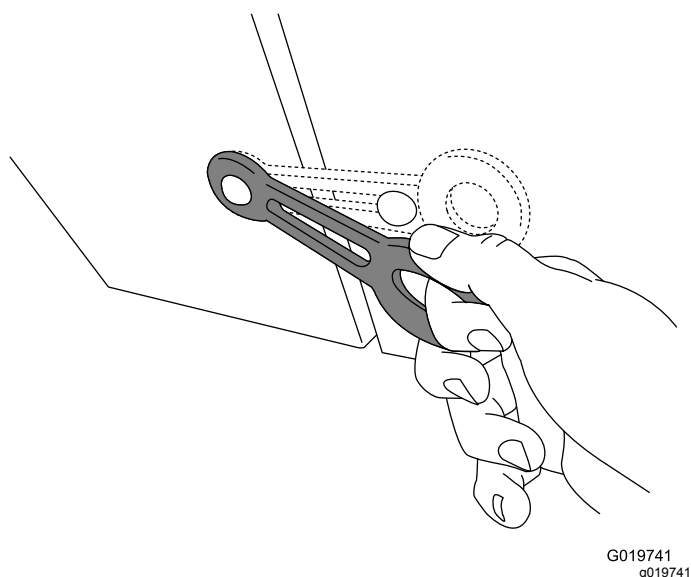

Figura 14
4. Cierre la cubierta del motor y los cierres de la cubierta (Figura 14).